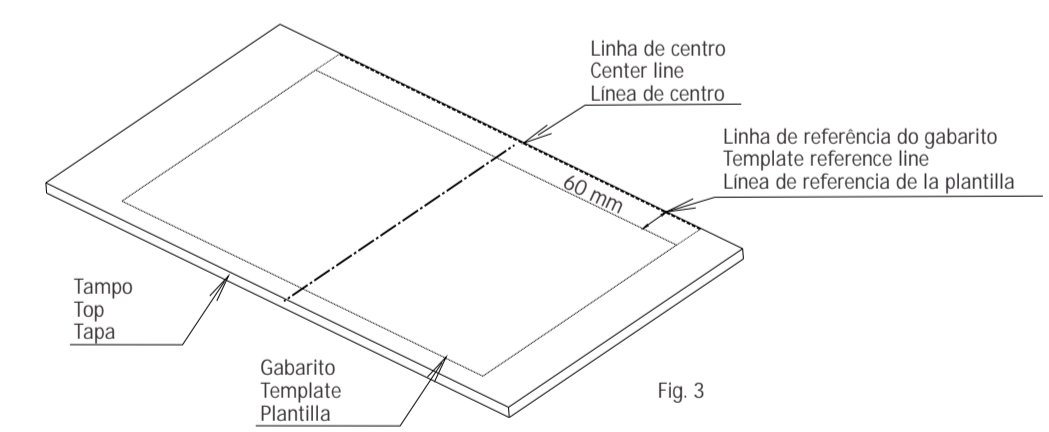

Fig. 3
- 3** Recortar o gabarito e posicioná-lo sobre o tampo encostando a linha de referência do gabarito na parede, coincidindo a linha de centro do gabarito com a linha traçada no tampo, conforme Fig. 3.
Cut a template and position it over the top touching the reference line on the template to the wall, coinciding the center line of the template with the center line traced on the top, according to Fig. 3.
Recortar la plantilla y posicionarla sobre la tapa apoyando la línea de referencia de la plantilla en la pared, coincidiendo la línea de centro de la plantilla con la línea trazada en la tapa, de acuerdo Fig. 3.